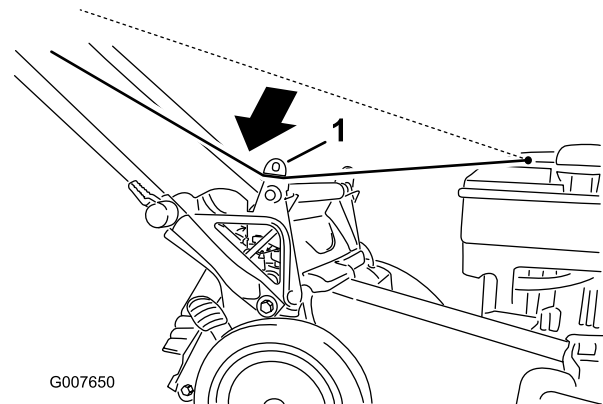

Figura 25
1. Pase la cuerda del arrancador alrededor de la guía de cuerda inferior (Figura 25).